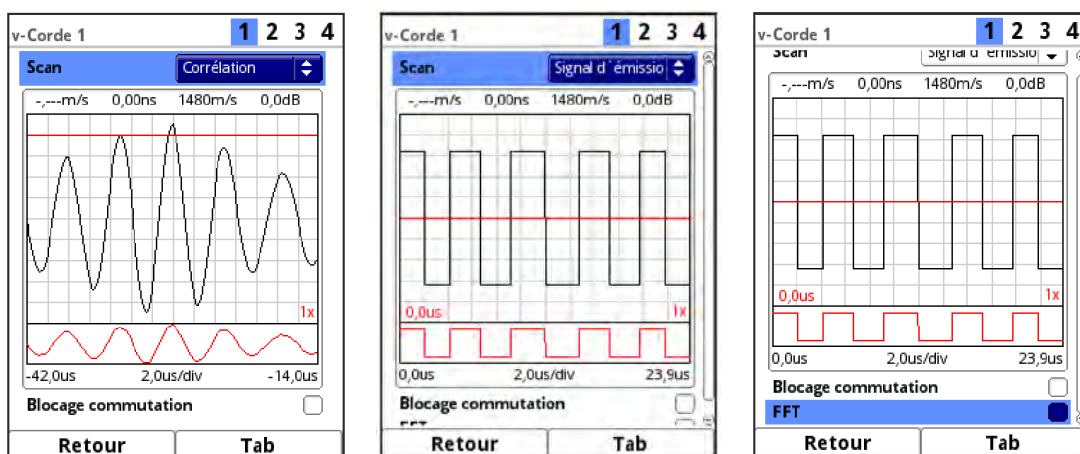

Fig. 44-4 Corrélation / Signal d'émission
- **Corrélation** (Fig. 44-4)
- **Signal d'émission** (Fig. 44-4)